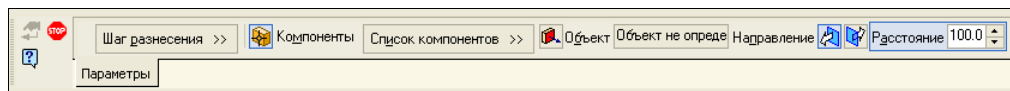

Рис. 21.27. Панель свойств: Разнести компоненты
- ♦ из Строки меню вызовите команду **Сервис ► Разнести компоненты ► Параметры**. Появится Панель свойств: Разнести компоненты (рис. 21.27);